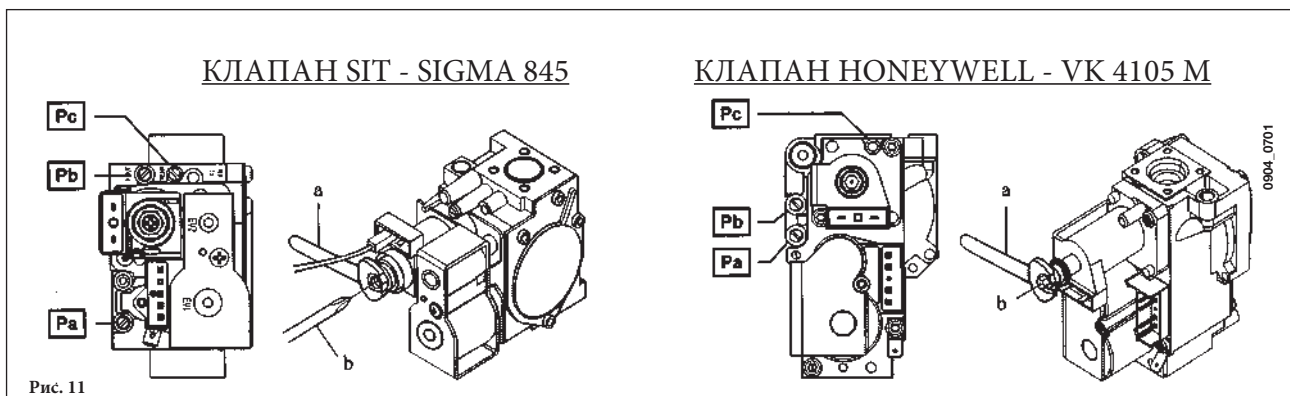

Рис. 11
Действия по калибровке регулятора давления могут различаться в зависимости от типа используемого в агрегате газового клапана (HONEYWELL или SIT; см. рис.11).
- подсоедините положительный вход дифференциального манометра (возможно использование водяного манометра) к контрольной точке газового клапана (**Pb**) (см. рис.11); подсоедините (только для котлов с герметичной камерой сгорания) отрицательный вход манометра к тройнику “Т”, объединяющему регулировочный выпускной канал котла, регулировочный канал клапана (**Pc**) и собственно манометр. Это же измерение можно провести путём подсоединения манометра к контрольной точке (**Pb**) после снятия передней панели котла с герметичной камерой; Если измерение выполняется способом отличным от вышеописанного, возможно получение ошибочного результата из-за неприятия в расчет разрежения в герметичной камере котла, создаваемого вентилятором.
- убедитесь, что динамическое давление подачи газа, измеренное в контрольной точке на входе клапана (**Pa**) (см. рис.11), соответствует норме (37 мбар для пропана G.31, 20 мбар для природного газа G20);
- отсоедините кабель питания модулятора и вращайте винт (b) - см. рис.11 - до получения параметров давления, соответствующих режиму пониженной мощности (см. табл.1);
- Отрегулировать винт “а или б” (рисунок 11) до получения величины давления, указанной в Таблице 1.
Для настройки давления на максимальной мощности используйте регулировочный винт “а” (рис. 11), поверните его по часовой стрелке для увеличения давления на горелке и против часовой для уменьшения.
Для настройки давления на минимальной мощности используйте регулировочный винт “б” (рис. 11), поверните его против часовой стрелки для увеличения давления на горелке и по часовой для уменьшения.